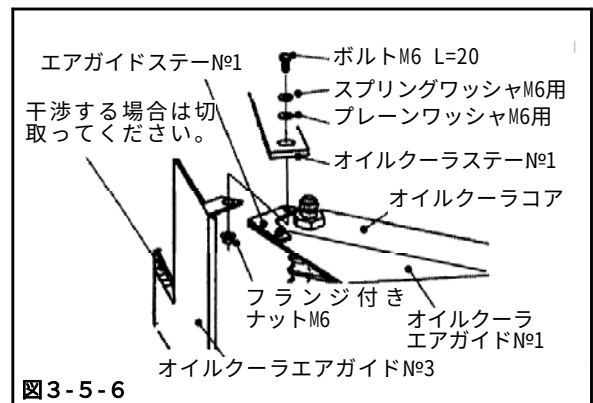

図3-5-6
(7) オイルクーラコア,エアガイドステー№1,オイルクーラエアガイド№3をオイルクーラステー№1に仮付けしてください。(図3-5-6)
※車両の個体差によりオイルクーラエアガイド№3がパンパレインフォースに干渉する場合は、図の斜線部分を干渉しないように切取ってください。(図3-5-6)